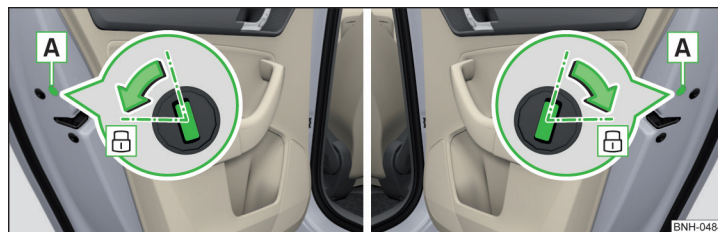

Abb. 178 Notverriegelung: Tür hinten links/rechts
- › Die Blende **A** abbauen » Abb. 178.